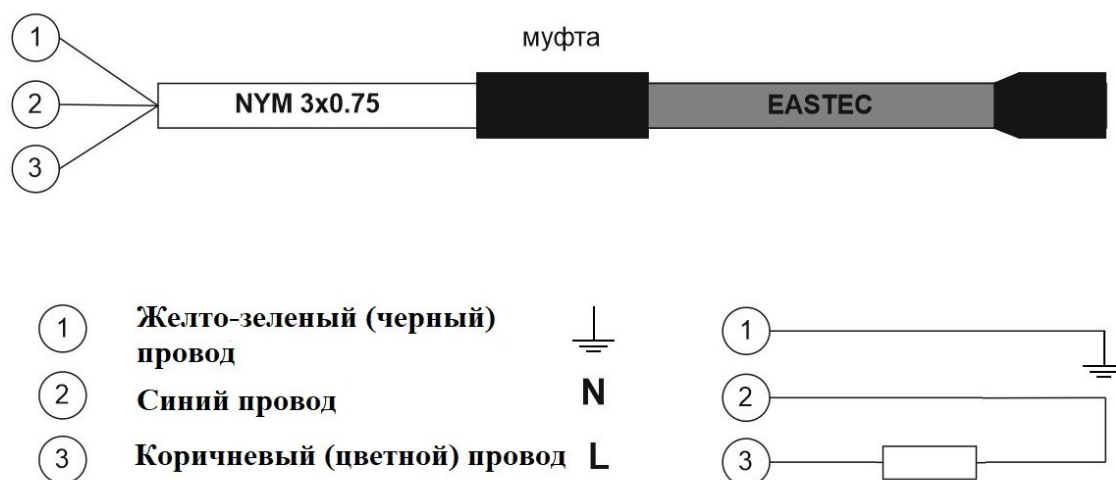

Рис. 2. Схема подключения
- 4.8. При использовании воронки для подключения электрического кабеля к сети необходимо использовать гидроизоляционную муфту или распаечную коробку. Подключение кабеля осуществляется через автомат защиты сети (см. рис. 2).